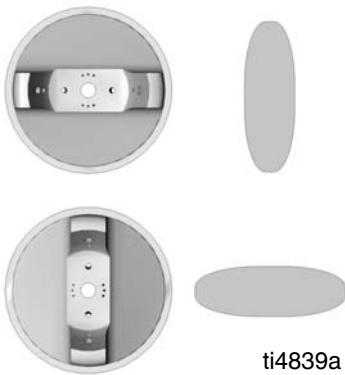

Рис. 2
- Поворачивайте распылительный ниппель до получения нужной формы распыла. См. Рис. 2